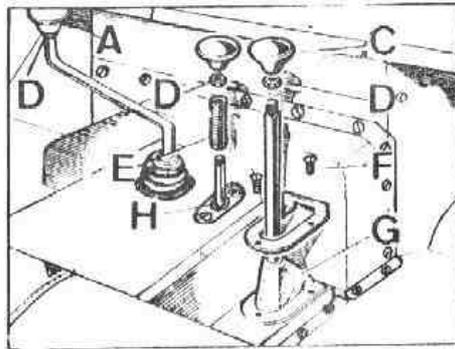

Fig. Q1-27 Palancas conjunto caja de cambio
- 3.1. Desmontar los pomos, A, B y C (Fig. Q1-27) y sus contratuercas, D.
- 3.2. Extraer el muelle, E (Fig. Q1-27) y casquillo, H, de la palanca de acoplamiento de la tracción total.
- 3.3. Extraer los tornillos, F (Fig. Q1-27) y retirar la placa y guardapolvos, G, de la palanca reductora.